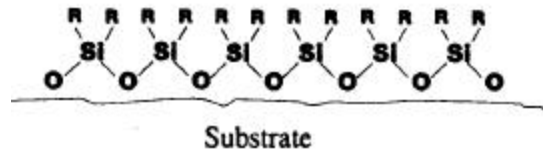

Fig 3.69 - Structure moléculaire des silicones (non adhérente).
- Le silicone est un hydrofuge polymère inorganique à base de silicium et d'oxygène que l'on appelle aussi polysiloxane (Fig 3.69).